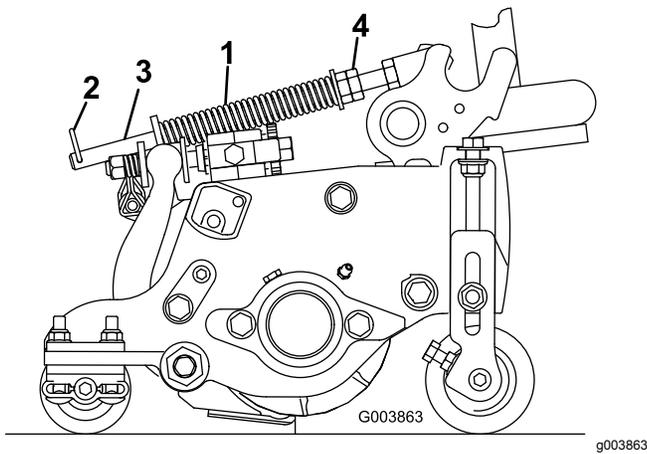

Figura 17
El muelle de compensación del césped (Figura 17) transfiere el peso del rodillo delantero al trasero. Esto ayuda a reducir el patrón de ondulación en el césped.
1. Asegúrese de que el pasador de horquilla está instalado en el taladro del extremo de la varilla del muelle (Figura 17).
2. Apriete las tuerca hexagonales del extremo delantero de la varilla del muelle hasta que la longitud comprimida del muelle sea de 12,7 cm en unidades de corte de 12,7 cm, o de 15,9 cm en unidades de corte de 17,8 cm (Figura 17).